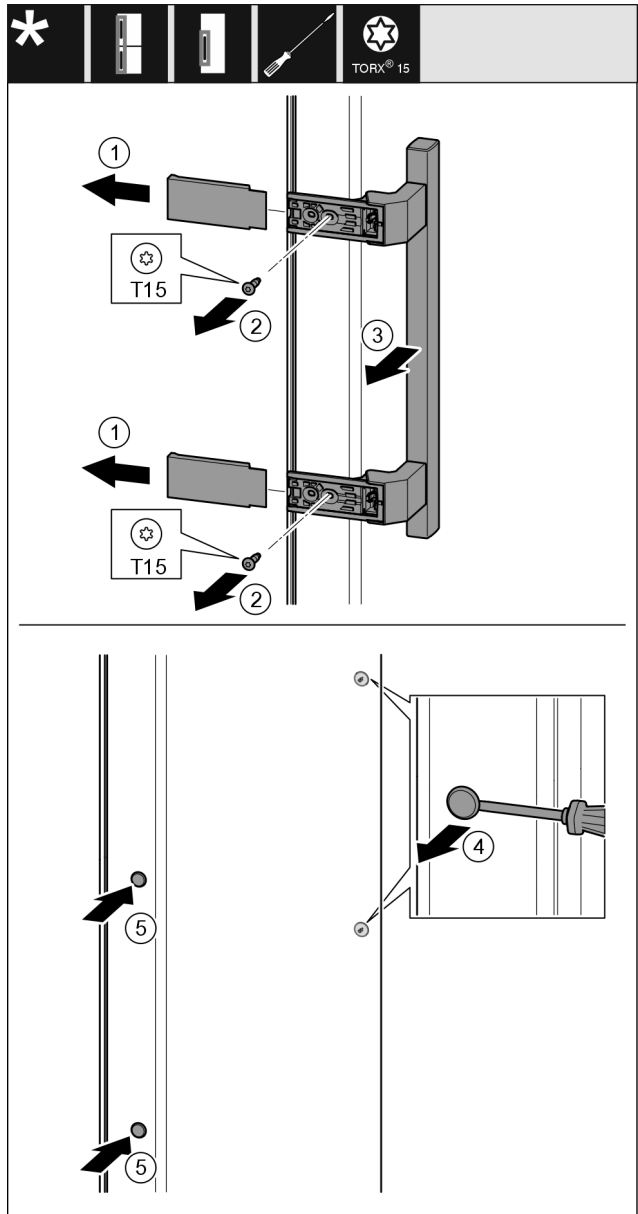

Fig. 52
- Húzza le a fedelet Fig. 52 (1).
- Tekerje ki a csavarokat Fig. 52 (2) csavarhúzóval.
- Vegye le a fogantyút Fig. 52 (3).
- Óvatosan emelje meg és húzza ki az oldalsó dugót Fig. 52 (4) lapos csavarhúzóval.
- Tegye vissza a dugót Fig. 52 (5) a másik oldalra.